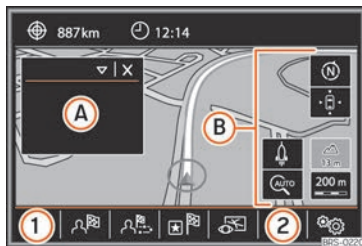

Fig. 224 Menu principal Navigation
- Vue** Modification de la représentation de la carte et activation ou désactivation de la fenêtre » **fig. 224 A** » page 239.